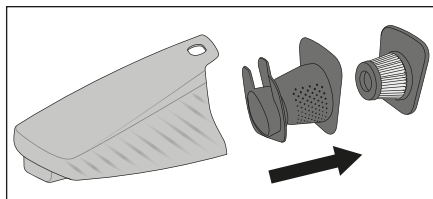

Fig. 4
- 3) Sfilare innanzitutto il filtro EPA **5** e poi il filtro a maglia grossa **6** dal contenitore di raccolta dello sporco **7** (fig. 4). Battere i due componenti sopra un bidone dell'immondizia o altro recipiente. In caso di necessità si può sciacquare il filtro EPA **5** con acqua pulita. Farlo poi asciugare completamente all'aria.